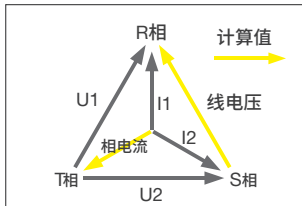

图1 线电压/相电流
- 在三相3线制系统中计算没有测量的线电压和相电流(图1)。